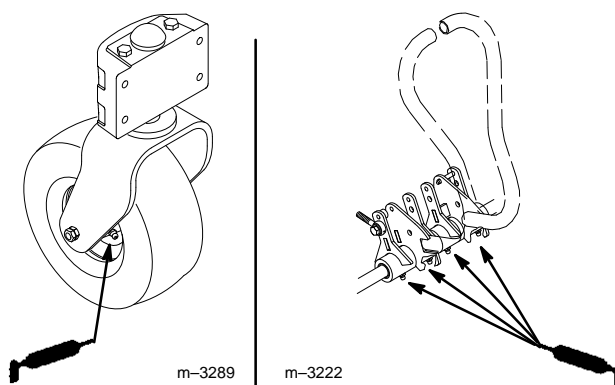

Figure 28
1. Graisser les roulements des roues pivotantes et les pivots des leviers de traction jusqu'à ce que la graisse commence à suinter des roulements (Fig. 28).